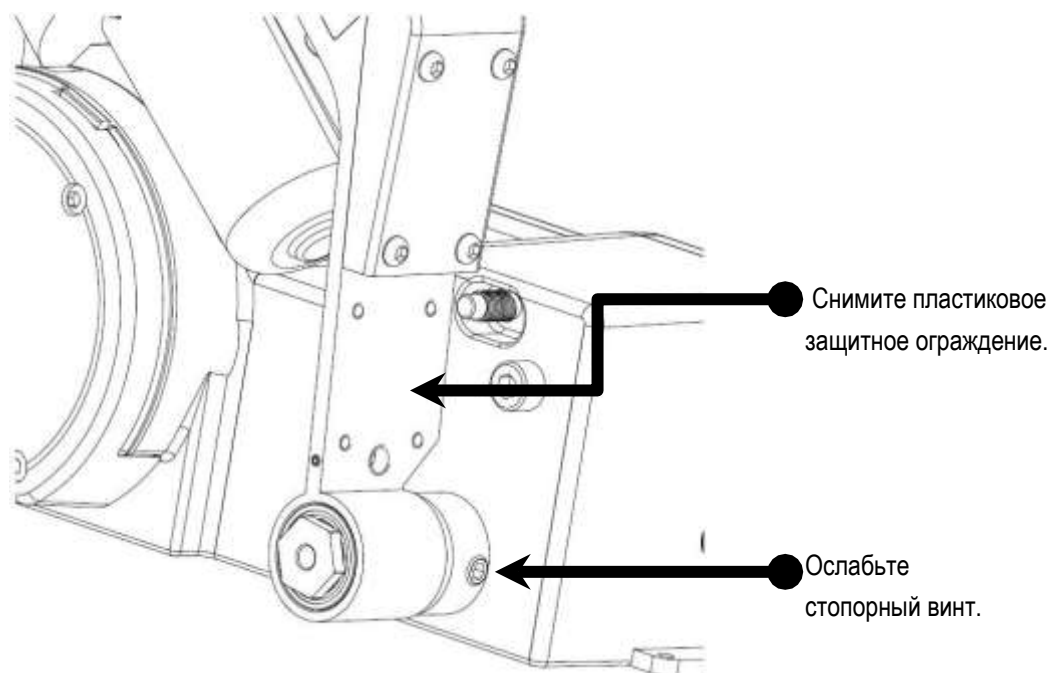

Рисунок 3
2. Ослабьте стопорный винт. См. рисунок 3.